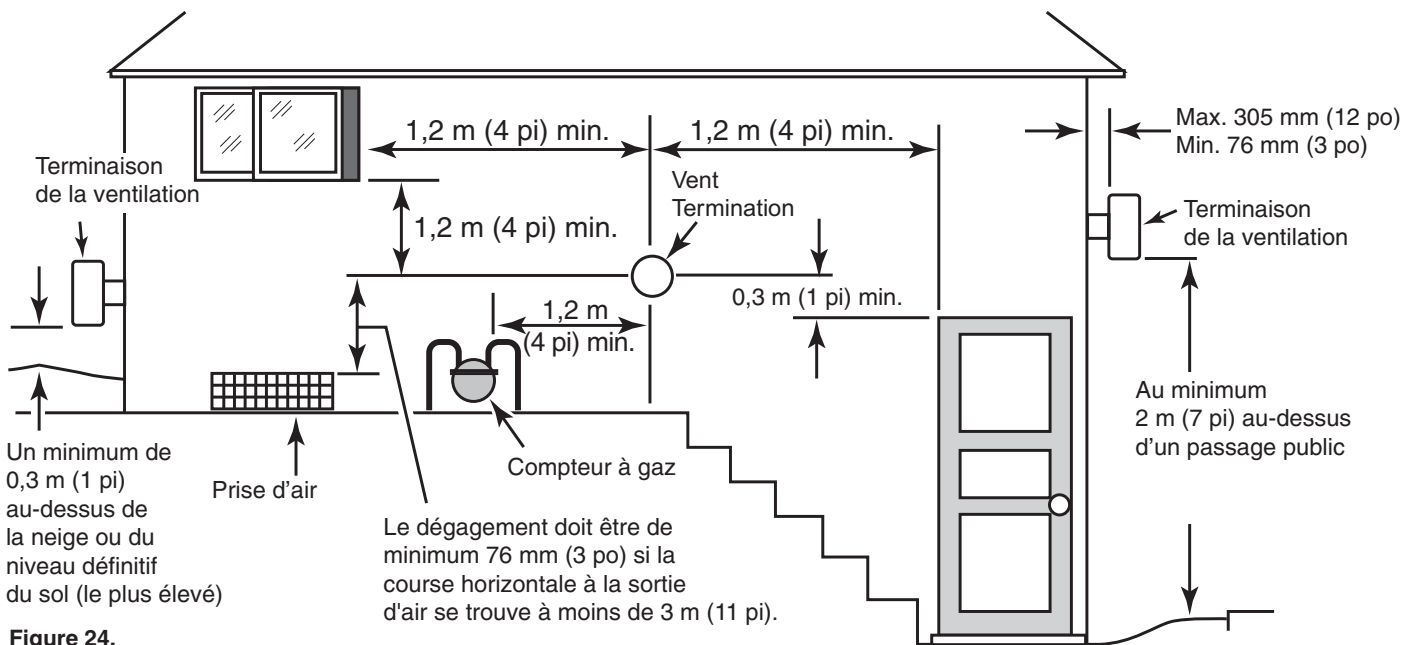

Figure 24.
- à un minimum de 76 mm (3 po) et à un maximum de 305 mm (12 po) à l'extérieur du mur (voir la figure 24), selon les instructions du fabricant ;